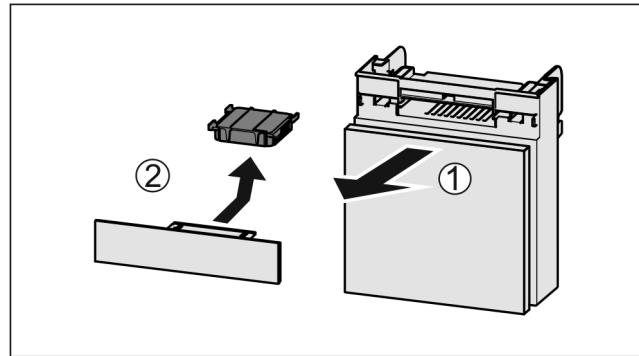

Fig. 84
- Fach nach vorne herausziehen Fig. 84 (1).
- Aktivkohlefilter entnehmen Fig. 84 (2).